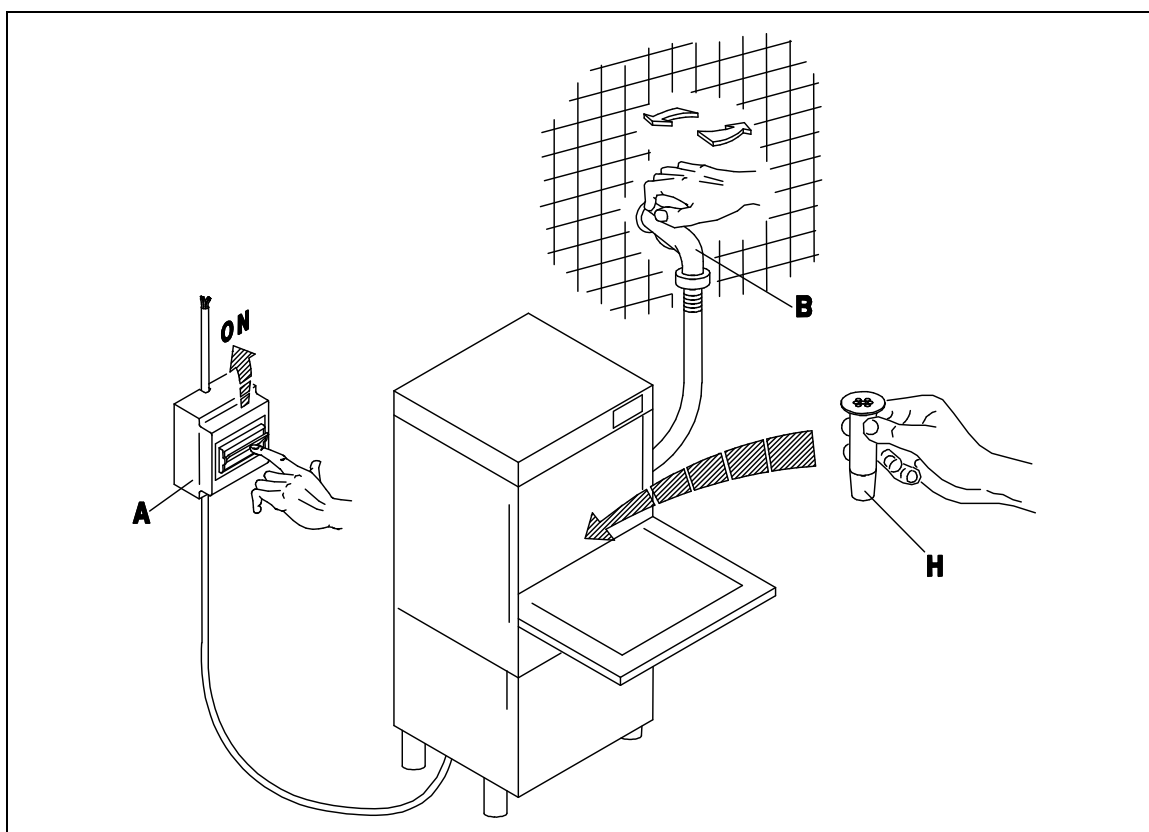

Fig. 3-1
- Aprire il rubinetto dell'acqua (B), inserire l'interruttore generale (A). Attivare l'interruttore principale dell'apparecchio (1), ne conseguirà l'accensione della spia (A) evidenziando che la macchina è sottoposta a tensione. A porta chiusa l'apparecchio si riempie d'acqua e alla fine del carico, si inseriscono automaticamente le resistenze della vasca e del boiler. Il funzionamento delle resistenze è reso visibile dall'accensione delle spie (D) ed (E). Quando entrambe le spie si spengono l'acqua avrà raggiunto le temperature impostate e l'apparecchio sarà pronto per iniziare il lavaggio. (fig. 3-1÷3-2)
- Turn on the water tap (B) and switch on the master switch (A). Turn the appliance ON switch (1), which will cause the warning light (A) to illuminate, indicating that the machine is live. When the door is closed the appliance fills with water. When it is full, the tub and boiler heating elements come on automatically. When the elements are activated, the warning lights (D) and (E) are illuminated. When both warning lights go out the water has reached the set temperature and the appliance is ready to begin the washing cycle. (fig. 3-1÷3-2)
- Öffnen Sie den Wasserhahn (B) und betätigen Sie den Hauptschalter (A). Beim Betätigen des Schalters (1) am Gläserspüler wird die Anzeige (A) aufleuchten, an der Sie erkennen können, daß die Maschine unter Spannung steht. Bei geschlossener Tür läuft Wasser in die Maschine; ist die nötige Wassermenge einmal erreicht, so schalten die Widerstände des Spülbehälter und des Boilers automatisch ein. Der Betrieb der Widerstände wird durch das Aufleuchten der Anzeigen (D) und (E) erkennbar. Beide Leuchtanzeigen erlöschen, wenn das Wasser eine vorbestimmte Temperatur erreicht hat, d. h. wenn der Gläserspüler betriebsbereit ist. (fig. 3-1÷3-2)
- Ouvrir le robinet (B) et insérer l'interrupteur général (A). Ouvrir l'interrupteur principal de l'appareil (1), le voyant (A) s'allumera ce qui signifie que la machine est branchée. L'appareil se remplit d'eau avec porte fermée et à la fin du chargement les éléments chauffants de la cuve et du boiler entrent automatiquement en action. Les voyants (D) et (E) s'allument quand les éléments chauffants fonctionnent. Les deux voyants s'éteignent dès que l'eau a atteint la température programmée et l'appareil est prêt pour commencer le lavage. (fig. 3-1÷3-2)
- Abrir el grifo del agua (B), conectar el interruptor general (A). Activar el interruptor principal del aparato (1); el encendido de la luz testigo (A) indica que la máquina está en tensión. Con puerta cerrada el aparato se llena de agua y cuando la carga esté terminada se conectarán automáticamente las resistencias del tanque y de la caldera. El funcionamiento de las resistencias es señalado por el encendido de las luces indicadoras (D) y (E). Cuando ambas luces se apaguen, el agua habrá alcanzado la temperatura programada y el aparato estará listo para empezar el lavado. (fig. 3-1÷3-2)
- A riempimento avvenuto, aprire la porta (I) e introdurre il detersivo (ca. 2 gr. per litro di capacità della vasca). Inserire il cesto (L) carico e chiudere la porta (I). Selezionare il ciclo di lavaggio inserendo il pulsante (4) ciclo breve (tasto premuto) ÷ ciclo lungo (tasto rilasciato). A questo punto premere il pulsante START (3) (almeno per 2 secondi) e avrà inizio il ciclo di lavoro visualizzato dalla lampada spia (C): la fine del ciclo coincide con lo spegnimento di questa spia. Per spegnere la macchina si dovrà disinserire l'interruttore (1) portandolo nella posizione (0) spia (A) spenta. (Fig.3-1÷3-3).
- Lorsque le remplissage est terminé, ouvrir la porte (I) et verser le déterfif (environ 2 g pour chaque litre remplissant la cuve). Introduire le panier (L) plein et fermer la porte (I). Sélectionner ensuite le cycle de lavage en actionnant le bouton-poussoir (4) cycle court (touche enfoncée) ÷ cycle long (touche relâchée). A ce stade, presser le bouton-poussoir START (3) (au moins 2 secondes) et le cycle de fonctionnement commencera, visualisé par la lampe-témoin (C). La fin du cycle coïncide avec l'extinction de ce voyant. Pour arrêter la machine, il faudra débrancher l'interrupteur (1) en le ramenant sur la position (0): lampe-témoin (A). (Fig.3-1÷3-3).
- Después del llenado, abra la puerta (I) y vierta el detergente (2 gramos aproximadamente por litro de capacidad de la cuba). Introduzca el cesto (L) carga y cierre la puerta (I). Seleccione el ciclo de lavado por medio del selector (4) ciclo breve (tecla pulsada) ÷ ciclo largo (tecla soltada). Pulse ahora START (3) (almenos durante 2 segundos) para arrancar el ciclo de trabajo: se enciende la luz testigo (C), que se apagará al final del ciclo. Para apagar la máquina desconecte el interruptor (1) posición 0, luz testigo (A) apagada. (Fig.3-1÷3-3).